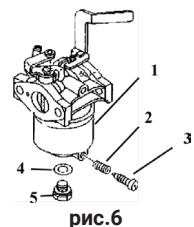

рис.6
2. Слейте или полностью выработайте имеющееся в баке топливо (слив производится снятием колпачка крана подачи топлива (рис.6 поз.2)). 3. Слейте топливо из поплавковой камеры карбюратора, выкрутив пробку (рис.6 поз.3). После слива установите пробку на место и затяните. 4. В модификациях, в которых отсутствует
пробка слива, топливо слить, вывинтив болт (рис.6 поз.5) крепления поплавковой камеры. 5. Отсоединив высоковольтный провод, вывинтите свечу зажигания. Залейте в камеру сгорания 2 мл смазочного масла и проверните стартер. Установите свечу зажигания на место и присоедините высоковольтный провод. 6. Залейте 50-100 мл смазочного масла в топливный бак и равномерно распределите его внутри, наклоняя бензогенератор. 7. Рекомендуется нанести на корпусные и несущие детали консервационную смазку. 8. При расконсервации бензогенератора, проведите ТО, предусмотренное пунктами данного руководства и промойте бензобак чистым бензином АИ-92.